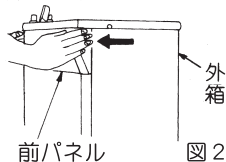
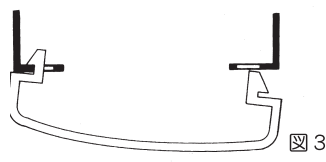
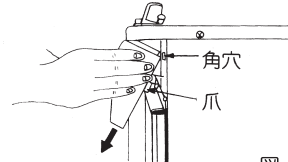

図2
図3
図4
- 1 前パネルの左右どちらかの側面の  マークを手で軽くたたくようにして内側に押し（図2）、前パネルの爪を外箱の角穴からはずし（図3）、手前下方に下げます（図4）。